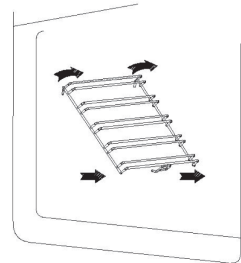

Рис. 3
- Отцепите её сверху и осторожно вытяните (рис. 3).